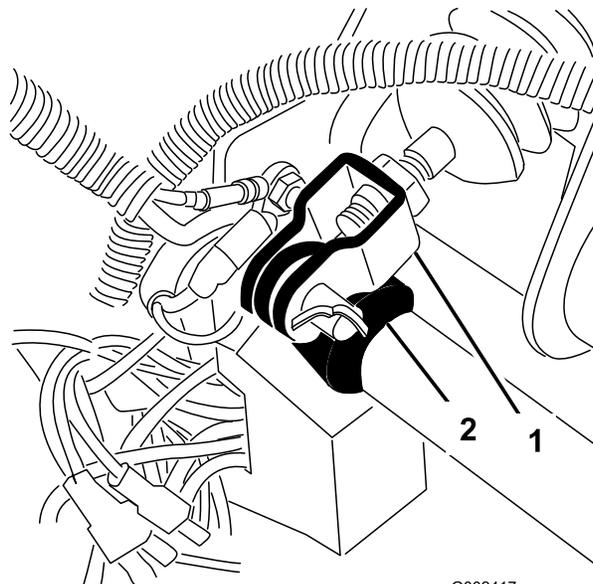

Bild 58
- Nehmen Sie den Splint und Lastösenbolzen ab, mit denen das Hauptzylinderjoch am Bremspedalgelenk befestigt ist (Bild 58).